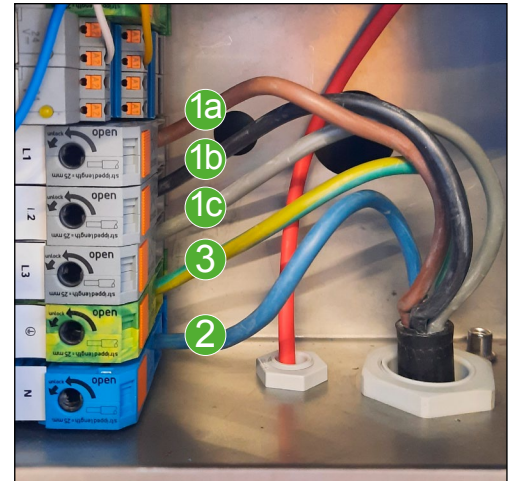

Abb. 33: Anschluss AC-Hauptzuleitung (400 V)
- Die Hauptzuleitung 400 V muss doppelt isoliert ins Innere der DCW15 geführt werden: siehe Abb. 33.